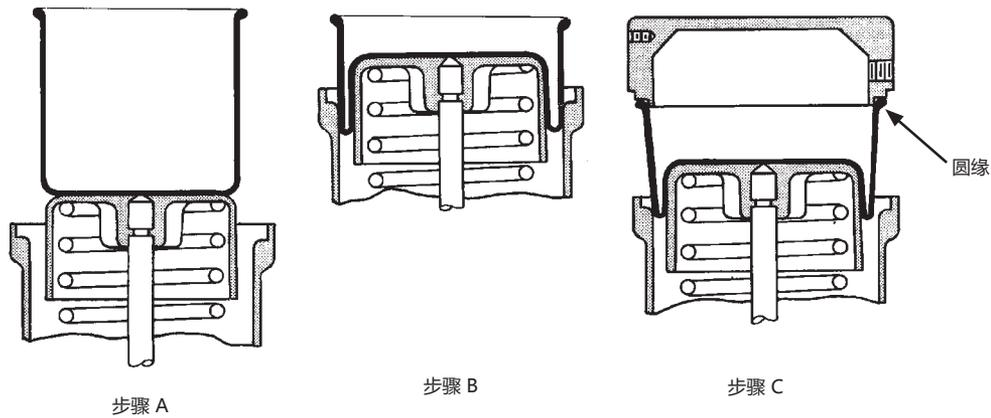

图 7 - 方法 1
- H-1.** “活塞侧”字样位于隔膜 (40) 上。如果使用，则在隔膜的这一面涂抹粘合剂。
- I-1.** 将隔膜 (40) 固定在活塞 (43) 顶部的中心位置 (见图 7 - 方法 1, 步骤 A)。
- J-1.** 在弹簧筒 (38) 内滚动隔膜 (40)，直到隔膜部分啮合到弹簧筒内 (见图 7 - 方法 1, 步骤 B)。